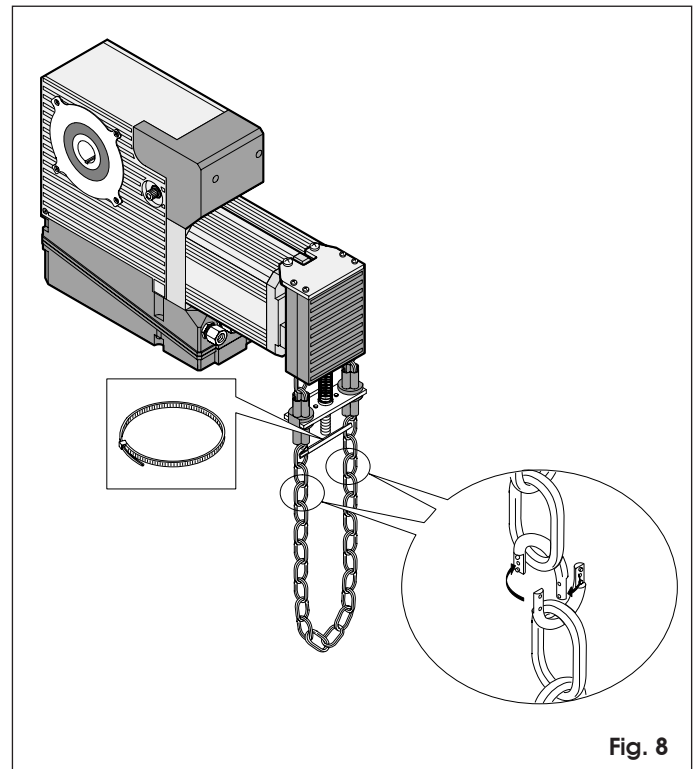
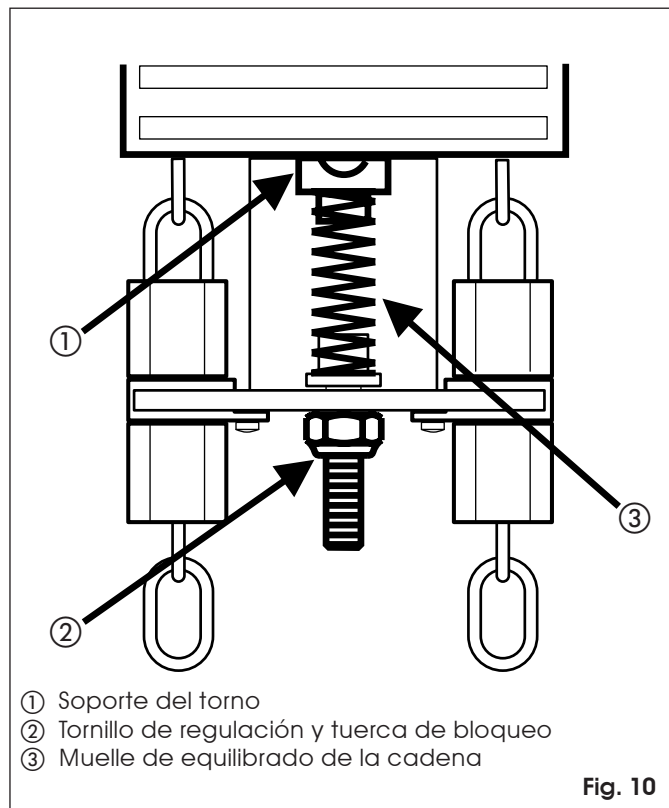

Fig. 8
Fig. 10
Si se utiliza el kit de prolongación de la cadena, hay que sustituir el muelle de equilibrado (fig. 10 ref. 3) por el contenido en el kit, asimismo se aconseja pegar entre sí los elementos de los eslabones de unión durante el ensamblaje (véase fig. 8).